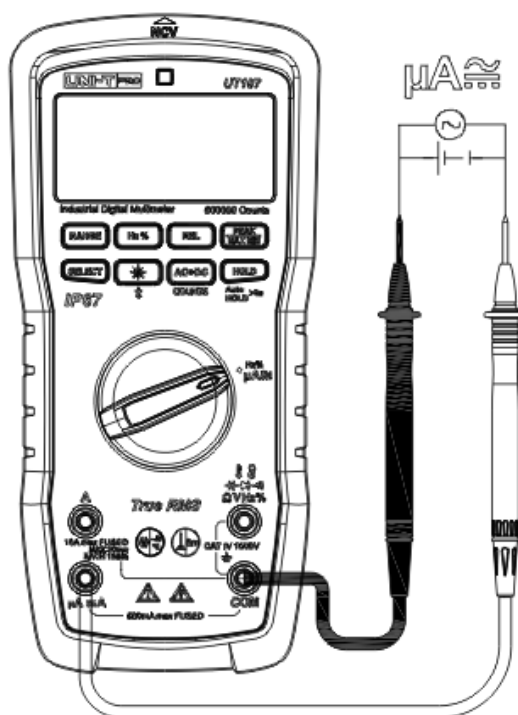

Figure 16
13. Mesure AC/DC en uA (Figure 16)